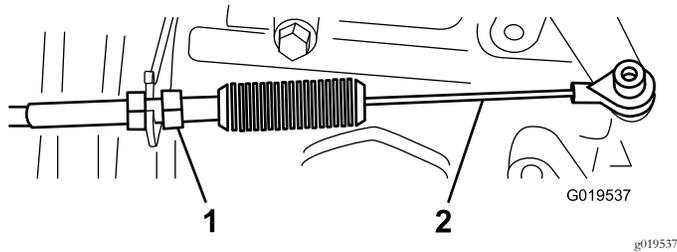
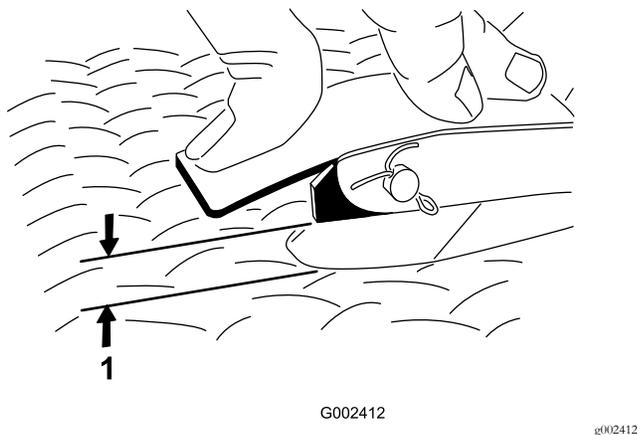

图68
图69
2. 调节加速器踏板图68上的球窝接头当向踏板的中心施加 11.3kg 的力时使加速器踏板臂与菱形花纹底板图69顶部之间保留 2.546.35mm 的空隙。
3. 拧紧锁紧螺母图68。